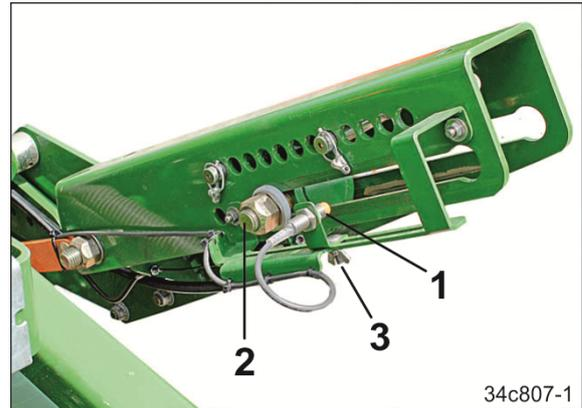

Fig. 117
4. Ajustar el sensor regulable (Fig. 117/1) alineado con el tornillo (Fig. 117/2) del émbolo extendido.
5. Apretar la tuerca de mariposa (Fig. 117/3).